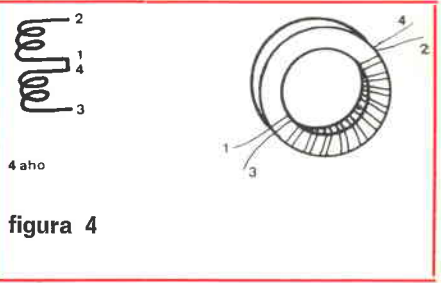

figura 4
- L2 20 μH, bifilare come in figura 4
Il secondario sarà di dieci spire bifilari, come indicato in figura 4.